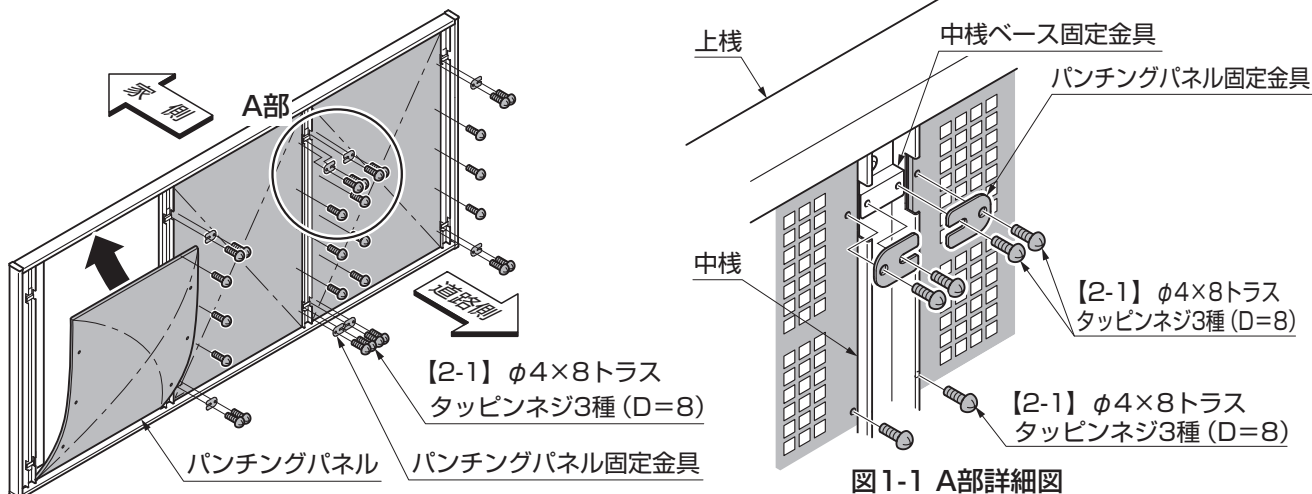

図1-1 A部詳細図
- ①パンチングパネルをたわませながら上下枠のグレージングチャンネルにはめ込んでください。
- ②パンチングパネル固定金具を中棧ベース固定金具と中棧に【2-1】で取付けてください。(図1-1参照)